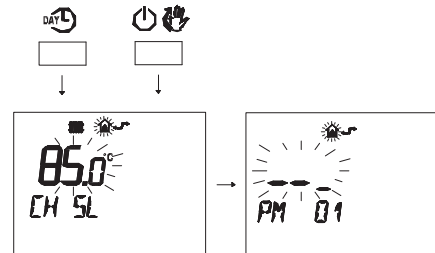

Fig. 5.68
- Premere contemporaneamente i pulsanti **DAY** e **ON/OFF** per entrare nella programmazione trasparente (Fig. 5.68)